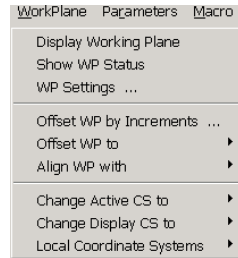

图1.9 【WorkPlane】菜单
- **【WorkPlane】菜单：**主要用于对工作平面和坐标系的设置，如图 1.9 所示。例如：
可以使用【MenuCtrl】|【Edit Toolbar】菜单命令来创建工具按钮，单击此菜单后将出现如图 1.9 所示的对话框。工具按钮的命令格式为：**\*ABBR,SAVE\_DB,SAVE**，其中\*ABBR 是前缀，SAVE\_DB 是工具条中按钮的名称，SAVE 为 ANSYS 的内部命令。